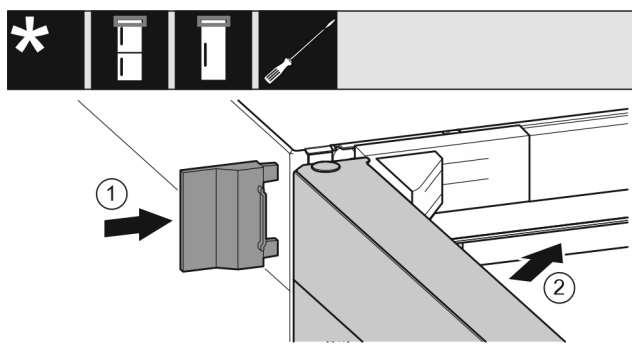

Fig. 35
- ▶ Tolja fel a külső fedelet. Fig. 35 (1)